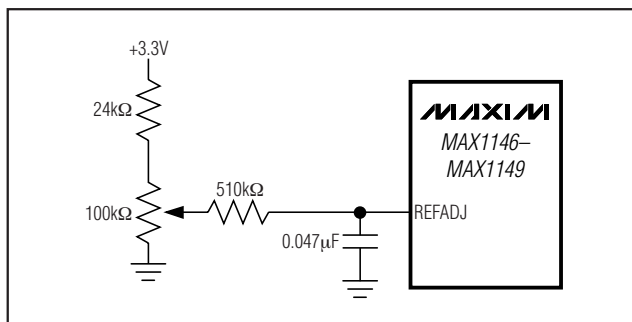

图 13. 基准调整电路
- 2) 将外部基准连至 REFADJ，使用内部基准缓冲 (图 13)。